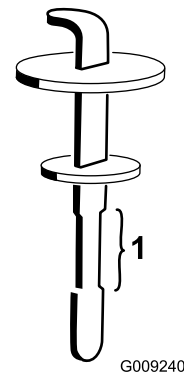

Figura 88
5. Retire la varilla del cuello de llenado y límpiela con un paño limpio. Inserte la varilla en el cuello de llenado y, a continuación, retírela y compruebe el nivel del aceite (Figura 88).